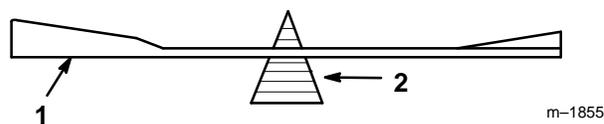

Abbildung 62
2. Zur Kontrolle der Balance das Schnittmesser auf eine Messerauswuchtvorrichtung setzen (Abb. 62). Wenn das Messer in horizontaler Position bleibt, ist es ausgewuchtet und kann verwendet werden. Wenn das Messer nicht ausgewuchtet ist, nur vom Ende des